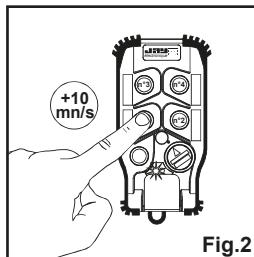

Fig.2
- 4- Die neue Dauer mit den Tasten Nr.1 und Nr.2 einstellen (fig.2&3).